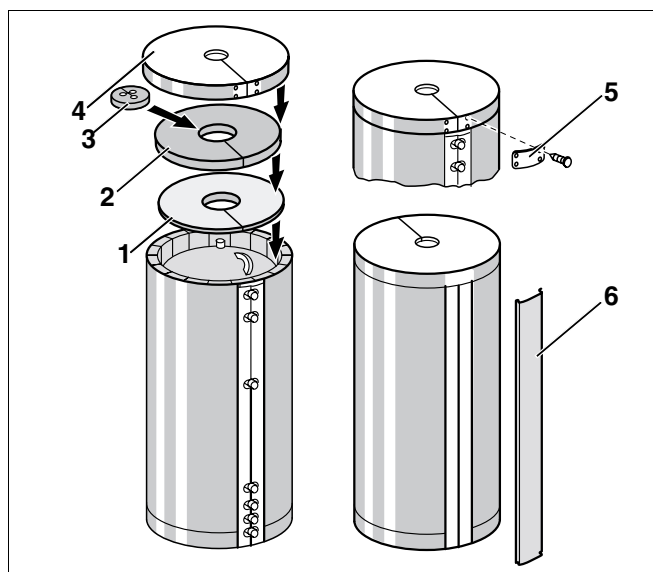

Fig. 10 Montaggio isolamento termico (illustrazione schematica)
- Spingere la copertura di chiusura (fig. 10, **pos. 6**) sul lato anteriore sopra il listello di chiusura del materassino termoisolante.
- Inserire i dischi termoisolanti superiori (fig. 10, **pos. 1** e **2**) in modo tale che il disco termoisolante con lo spessore isolante maggiore (fig. 10, **pos. 2**) copra ermeticamente il materassino termoisolante.
- Inserire l'inserto forato (fig. 10, **pos. 3**) per gli attacchi dell'accumulatore.
- Sovrapporre il coperchio accumulatore (fig. 10, **pos. 4**) al disco termoisolante e al bordo del materassino termoisolante.
- Chiudere la fessura sul bordo del coperchio con la linguetta e quattro perni di tensionamento (fig. 10, **pos. 5**).